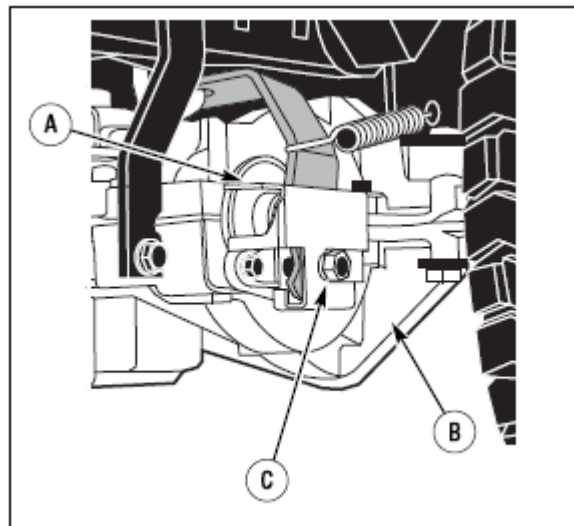

Рис. 26:
1. Тормоз расположен справа от редуктора (рис. 26).